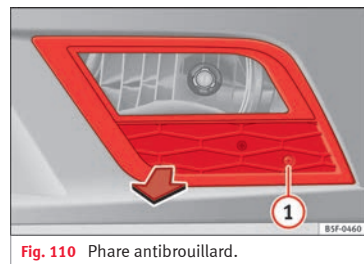

Fig. 110 Phare antibrouillard.
- Retirez la vis » **fig. 110 ①** de la grille du projecteur antibrouillard à l'aide d'un tournevis.